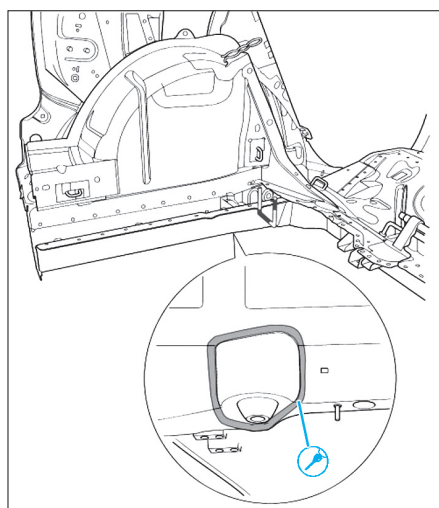

FIG. 134
- Découper le longeron comme illustré (Fig.134).